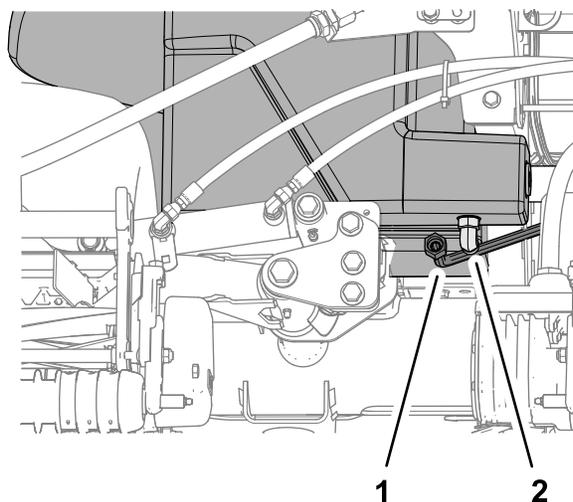

Figura 118
2. Ponete una vaschetta di scarico grande sotto il raccordo a 90° (Figura 118) del serbatoio idraulico; fate riferimento a Capacità fluido idraulico \(pagina 74\).